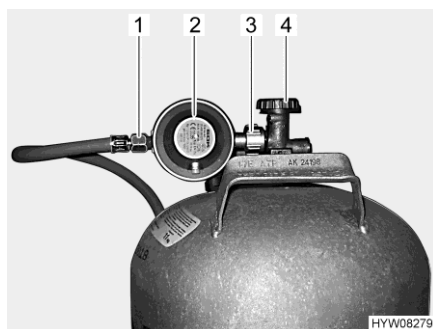

Fig. 97 Raccordo bombola del gas
- Chiudere la valvola principale di arresto (Fig. 97,4) della bombola del gas. Osservare la direzione della freccia.
- Tenere fermo il regolatore di pressione del gas (Fig. 97,2) e aprire il dado zigrinato (Fig. 97,3) (generalmente filettatura sinistra).
- Rimuovere il regolatore di pressione del gas con il tubo del gas (Fig. 97,1).
- Collocare il regolatore di pressione del gas (Fig. 97,2) con il tubo del gas (Fig. 97,1) sulla bombola del gas e serrare il dado zigrinato (Fig. 97,3) (generalmente filettatura sinistra). **Non** tirare con molta forza.